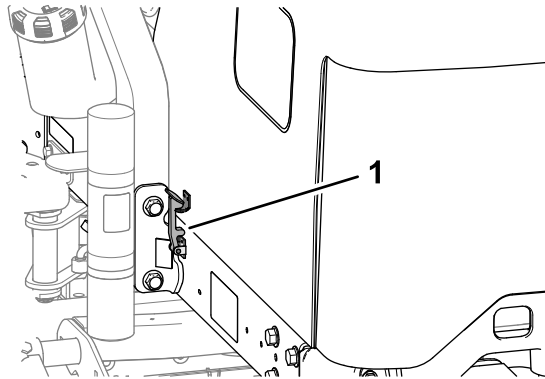

Figura 52
2. Gire el capó hacia arriba y hacia atrás (Figura 52).